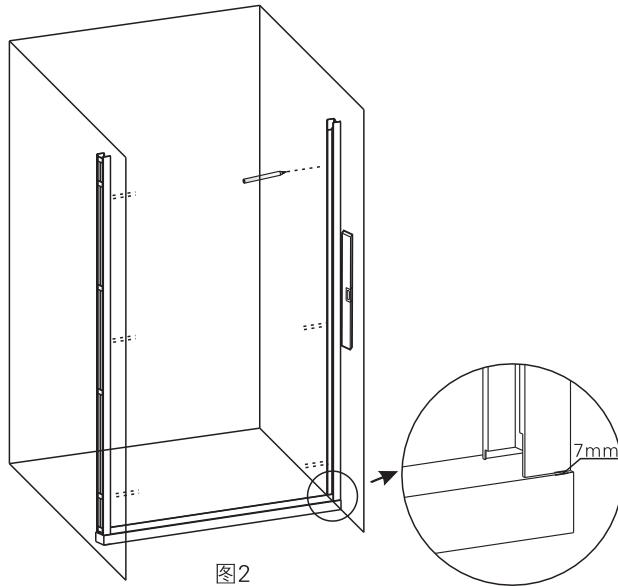

图2
3. 将“边柱型材”按图所示，放置于安装位置，在墙上需钻孔位置做好记号,然后在墙上钻好孔，敲入“膨胀胶粒”(如图2, 2-1所示)。